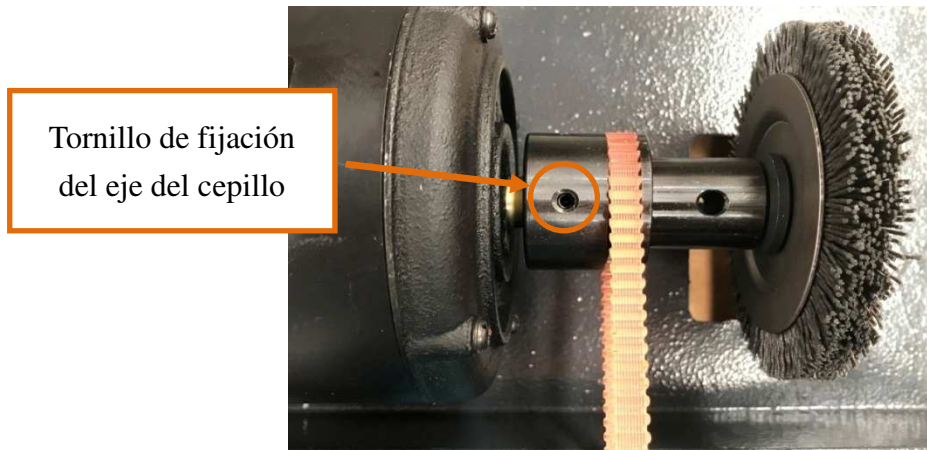
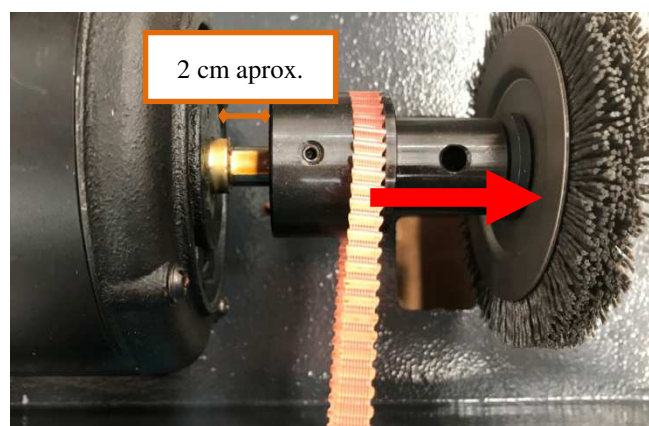

Figura 52
Figura 53
- 3) Utilice una llave hexagonal de 4 mm para aflojar el tornillo que fija el eje del cepillo de rebaba al eje del motor (ver figura 52), lo que le permitirá desplazar el eje. Tire del cepillo hacia la derecha hasta desplazar el eje aproximadamente 2 cm. (ver figura 53).
- 8) Retire el destornillador del agujero del eje. Vuelva a desplazar el eje del cepillo, hacia la izquierda, hasta su posición original y apriete el tornillo de fijación del eje del cepillo, usando la llave hexagonal de 4 mm (ver figura 52).